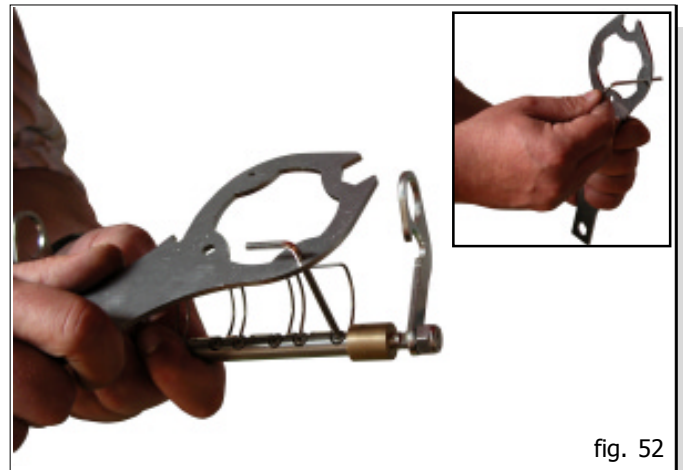

fig. 50
3) Stopmuttern M8 beidseitig mit dem beiliegenden Universalschlüssel soweit loesen, das die Messingbuchsen aus dem Sitz gezogen werden koennen. (B-C, Fig. 50)